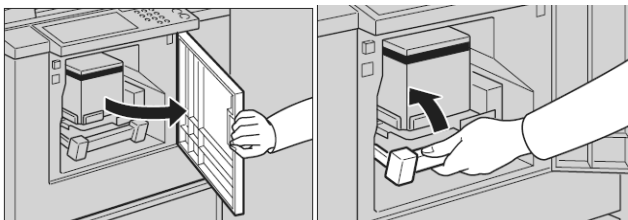

图 5-29 释放印筒单元
(3) 更换（安装）印筒。
① 打开前门盖，抬起印筒单元把手，释放印筒单元，如图 5-29 所示。